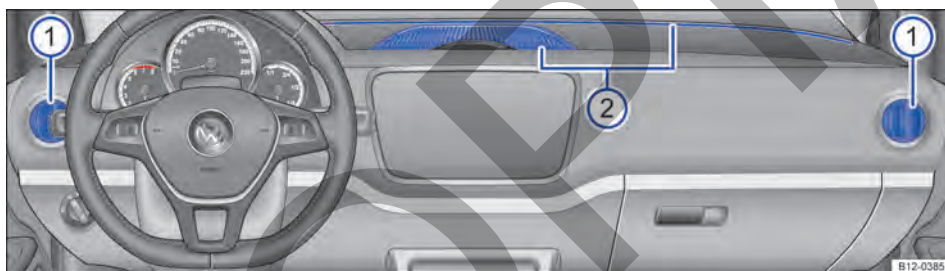

Fig. 72 En el panel de instrumentos: difusores de aire.
Para conseguir una calefacción, una refrigeración y una entrada de aire suficientes en el interior del vehículo, los difusores de aire nunca se deberán cerrar completamente → fig. 72 ①.
- Para abrir los difusores de aire ①, presionar en la parte superior del difusor de aire.
Hay otros difusores de aire, no regulables, se encuentran en el medio del panel de instrumentos → fig. 72 ②, en las áreas de los pies y en la parte trasera del interior del vehículo.